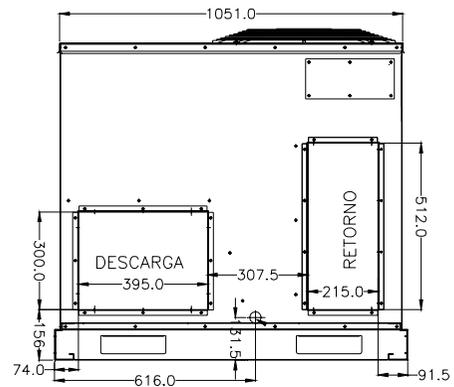

Fig. 10 – Aberturas para Conducto de Inyección y Retorno Horizontal
1. Remover los paneles que cierran las aberturas de suministro y retorno de aire horizontal (Fig.10)
1. Remover los paneles que cierran las aberturas de suministro y retorno de aire horizontal (Fig.10).
3. Para retirar cubierta del conducto de suministro, rompa la etiqueta frontal y derecha de conexión con un destornillador y un martillo. Empuje la rejilla hacia abajo para romper la parte trasera e izquierda de las etiquetas (Fig. 10).